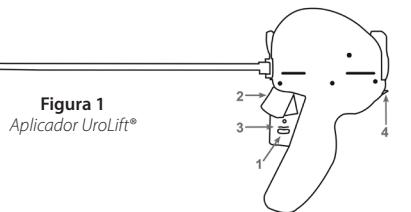

Figura 1
El aplicador UroLift (**figura 1**) está diseñado para acceder a la uretra prostática y colocar un implante UroLift a través del lóbulo prostático.
- 1.7 Inspeccione la punta del dispositivo y compruebe que la aguja no esté visible. Inspeccione el cierre de seguridad de la aguja (**figura 1**) y confirme que está en la posición de bloqueo (hacia delante).